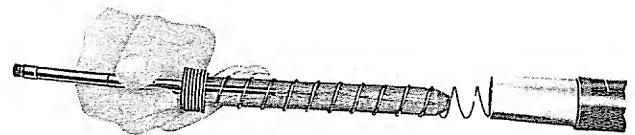

Fig. 36
- e) Inserire allora il bastoncino riduttore nelle spire della molla del serbatoio e introdurre il tutto nel serbatoio (fig. 36).
- e — insert the magazine plug into the magazine spring; insert the magazine cap-spring-and-plug assembly into the magazine tube (fig. 36).
- e — insérer le réducteur dans le ressort du magasin; insérer l'ensemble bouchon - ressort - réducteur dans le tube magasin (fig. 36)